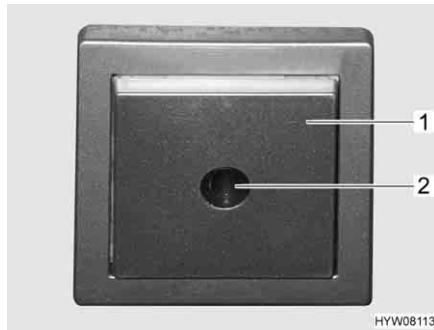

Fig. 120 Interruttore di comando per scaldaacqua
Con l'interruttore di comando (Fig. 120,1) si inserisce la modalità di funzionamento elettrico. La spia di controllo (Fig. 120,2) nell'interruttore deve accendersi.
- Inserire l'interruttore di comando (Fig. 120,1). La spia di controllo (Fig. 120,2) nell'interruttore si accende. L'acqua nello scaldaacqua viene riscaldata a 65 °C.
- Spegnere l'interruttore di comando (Fig. 120,1). La spia di controllo (Fig. 120,2) nell'interruttore si spegne.
- Spegnere l'interruttore di comando (Fig. 120,1). La spia di controllo (Fig. 120,2) nell'interruttore non si accende.